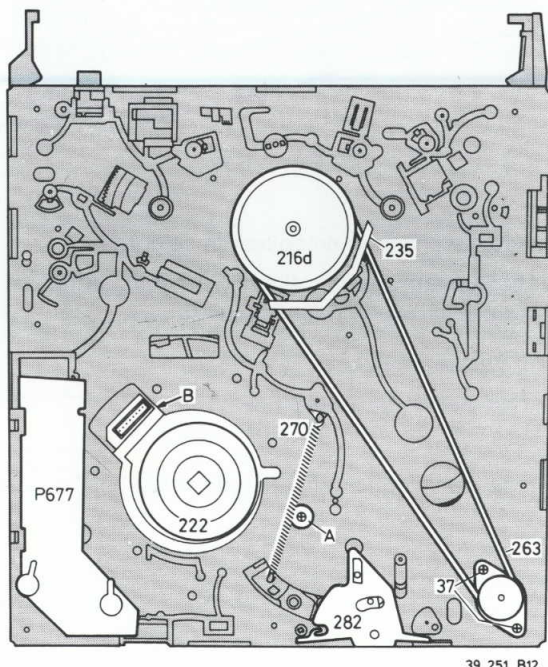

Fig. 3-1-7
Breng het apparaat in de ingeregen positie. Breng het loopwerk in de service positie (Fig. 2-9). Vanaf de onderzijde door de chassisplaat en de inrijring (Fig. 3-1-7) schroef 27 verwijderen en de kop vervangen.
- Door de gaten in het chassis kunnen de 2 schroeven 37 uit de bovenplaat worden gedraaid. Fig. 3-1-7.